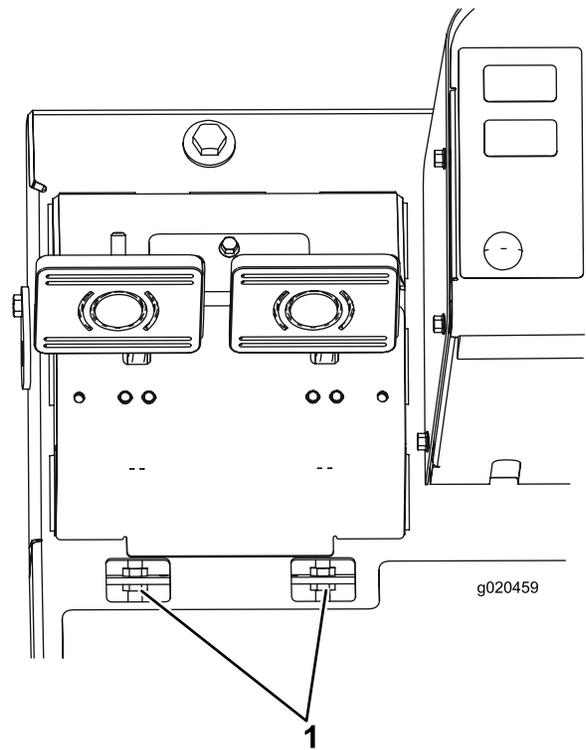

Рисунок 94
- B. Отпустите переднюю гайку на резьбовом конце троса тормоза (Рисунок 94).